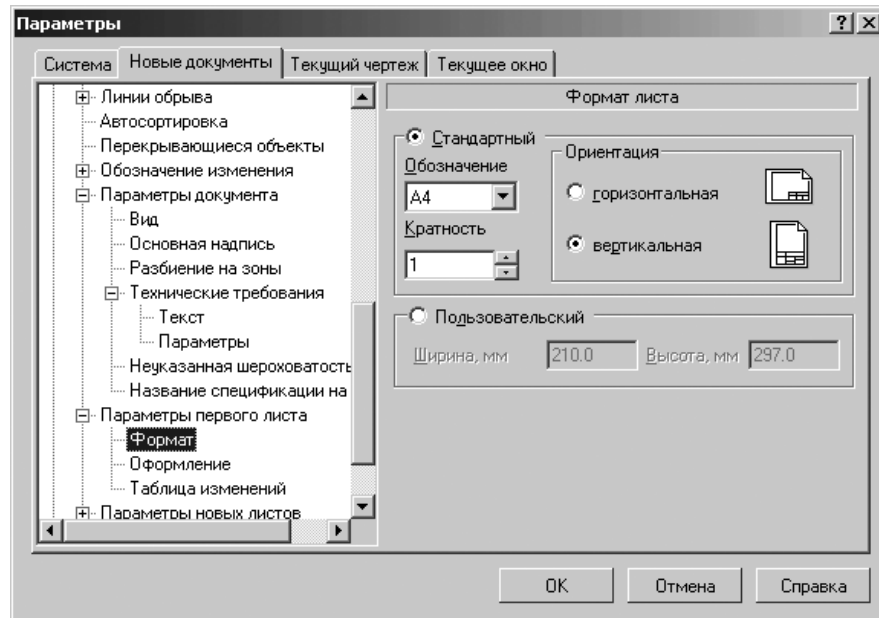

Рис. 10.87. Диалоговое окно **Параметры** с открытой вкладкой **Новые документы** и панелью **Формат листа**
- щелкните в списке настраиваемых элементов **Параметры первого листа** (новых листов) по пункту **Формат**. В правой части появится панель **Формат листа**, показанная на рис. 10.87.